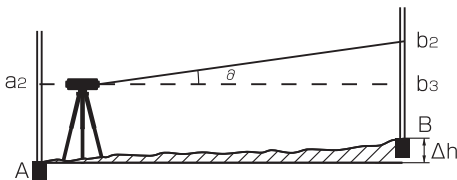

図13
- (1) スタッフA・Bの間に本機がセットされていますので、十字線に狂いがある場合は同じ量の狂いとなり、その狂いは相殺されます。従って高低差の値には影響を与えません。つまり b_3 の値は $a_2 - \Delta h$ となり、これが十字線の必要調整量となります。
- (2) 接眼キャップを外し、十字線調整ネジを矯正針で $[(a_1 - b_1) - (a_2 - b_2)] < 3\text{mm}$ になるまで調整します。図13の場合、 b_2 の値は高すぎますので十字線調整ネジを少しゆるめ、十字線を上げて下さい。逆に b_2 の値が b_3 より低い場合は十字線調整ネジを締めて十字線を上げて下さい。
- (3) 6.3の手順で $[(a_1 - b_1) - (a_2 - b_2)] < 3\text{mm}$ になるまで繰り返し調整を行って下さい。